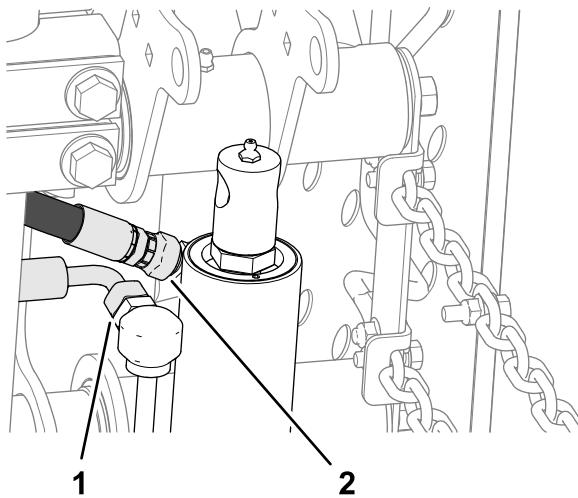

图 14
- 在提升油缸上松开回流软管的直通回转接头和提升软管的 90° 回转接头 图 14。